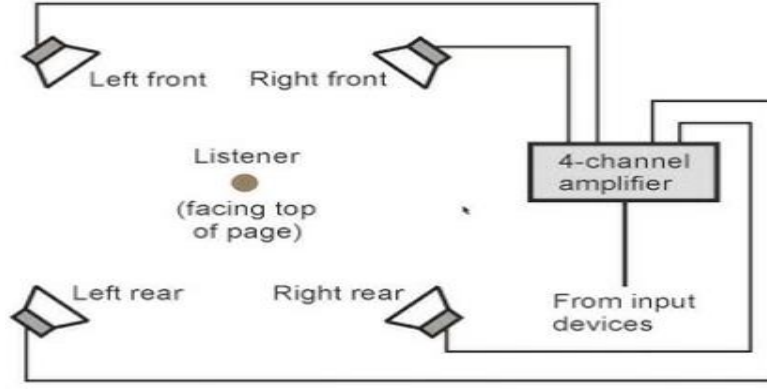

Figure no 1.3 – Quadraphonic Amplifier
- Figure no 1.3 मध्ये क्वाड्राफोनिक ॲम्प्लिफायरची ब्लॉक डायग्राम दाखवली आहे.